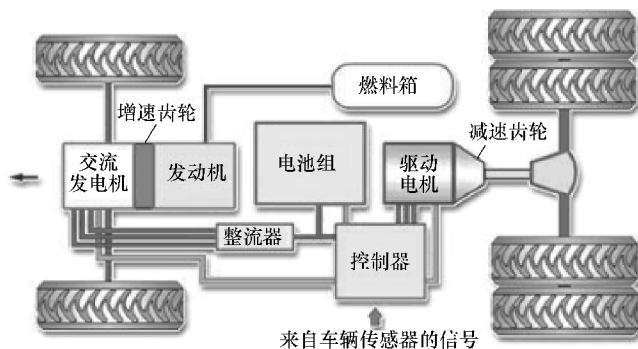

图 2-27 HEV 结构与原理
(2) 结构与工作原理 混合动力汽车主要由控制系统、驱动系统、辅助动力系统和电池组等系统构成，具体部件分布如图 2-27 所示。